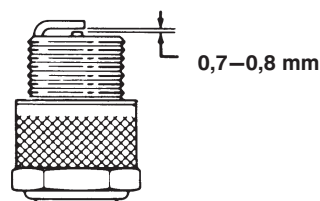

Figure 33
3. Réglez l'écartement des électrodes à 0,7–0,8 mm (Fig. 33). La bougie installée doit avoir l'écartement correct et être fermement serrée à 23 Nm.